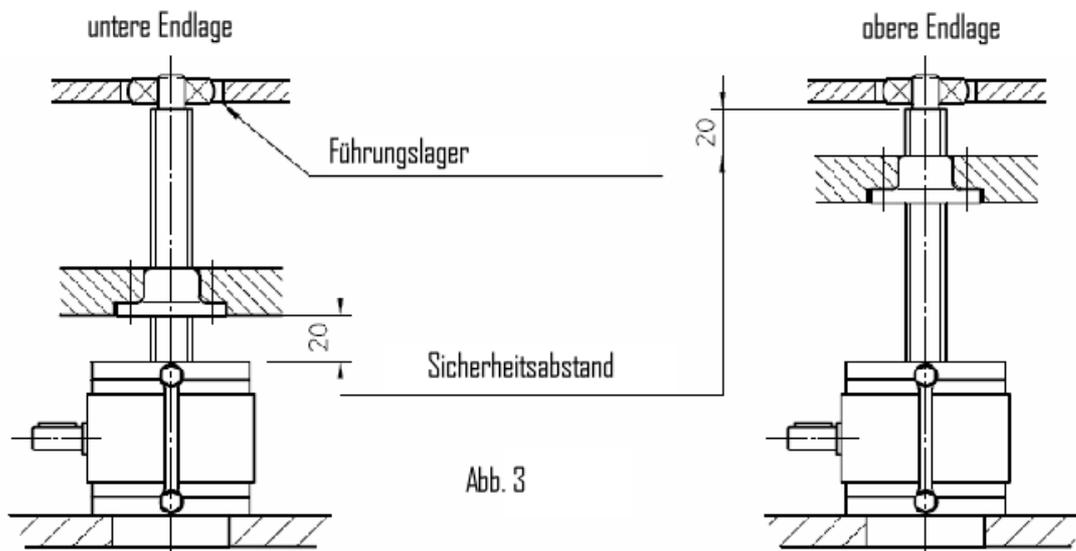

Abb. 3
- 1.1.4. Überprüfen Sie die Installationsmaße, um zu gewährleisten, das der durchzuführende Hub mit der Länge der Trapezgewindespindel übereinstimmt und das die Sicherheitsabstände an den Endlagen des Hubs Berücksichtigung finden (Abb. 3)